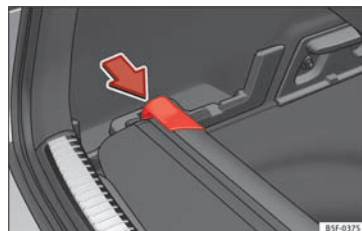

Fig. 164 I bagagerummet: holder til opbevaring af bagagerumsafdækning
- Tryk det øverste stykke af bagagerumsafdækningen i pilens retning, indtil den går i hak i holderen » **Fig. 164.**